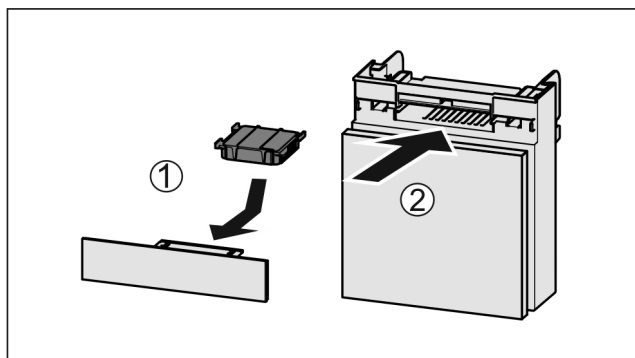

Fig. 175
- ▶ Helyezze be Fig. 175 (1) az aktív szén-szűrőt az ábrán látható módon.
- ▶ Tolja be Fig. 175 (2) a rekeszt.